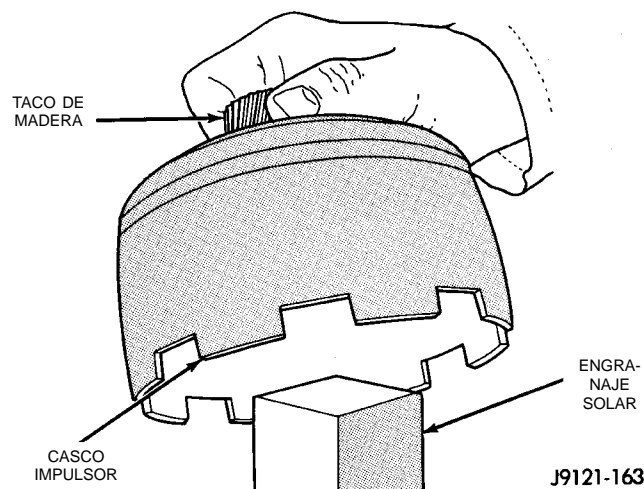

Fig. 187 Apoyo del engranaje solar en un taco de madera
(10) Coloque un taco de madera sobre un banco y apoye el engranaje solar en el taco (Fig. 187). Esto facilita la alineación y la instalación del anillo retén del engranaje solar. Mantenga el taco de madera a mano ya que también lo utilizará para verificar el juego longitudinal del tren de engranajes.